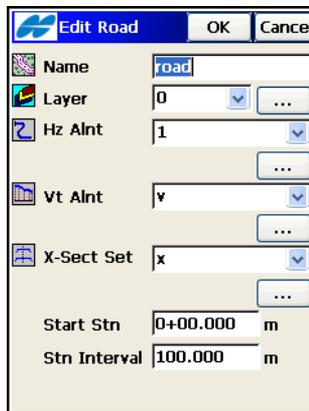

Abbildung 7-2. Edit Trasse
1. Tippen Sie im Fenster *Straßen* auf **Edit**. Das Fenster *Edit Trasse* erscheint (Abbildung 7-2).